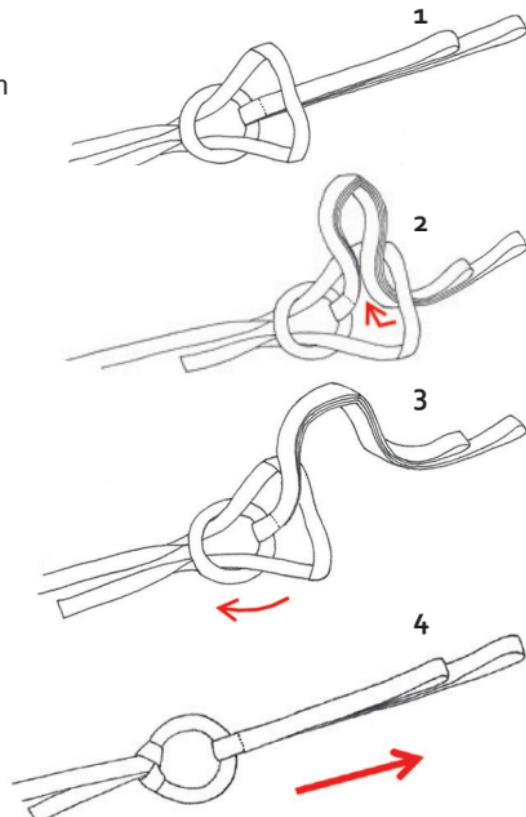

Abb. 14
- Nehmen Sie das Restband doppelt auf und führen Sie es durch den Ring der Zughilfe (Abb. 14, 1).
- Verfahren Sie weiter wie in Abb. 14, 2–4 dargestellt.